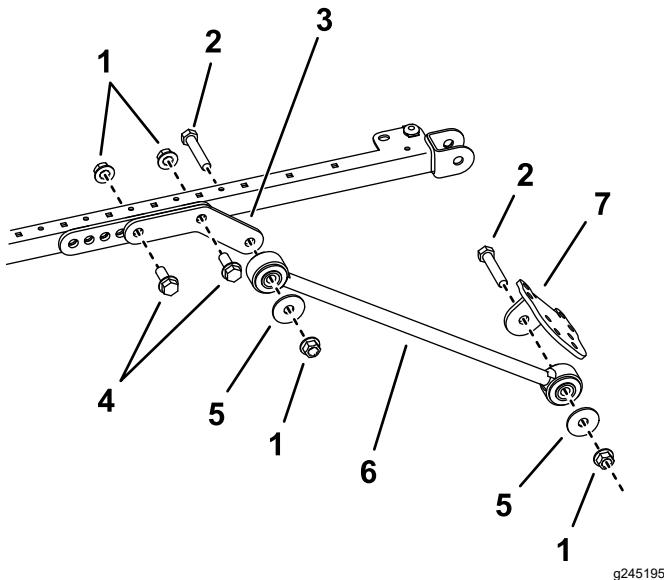

Figure 40
9. De chaque côté du cadre du pare-soleil, fixez légèrement une extension dans les trous arrière et central du support à l'aide de 2 boulons ($\frac{1}{2}'' \times 1\frac{1}{2}''$) et de 2 écrous à embase ($\frac{1}{2}''$), comme montré à la Figure 40.
10. Fixez un renfort à l'extérieur de chaque extension à l'aide d'un boulon ($\frac{1}{2}'' \times 2\frac{1}{2}''$), d'une rondelle ($\frac{1}{2}''$) et d'un écrou à embase ($\frac{1}{2}''$), comme montré à la Figure 40.
11. Fixez légèrement un support à chaque renfort à l'aide d'un boulon (½" x 2½"), d'une rondelle (½") et d'un écrou à embase (½"), comme montré à la **Figure 40**.